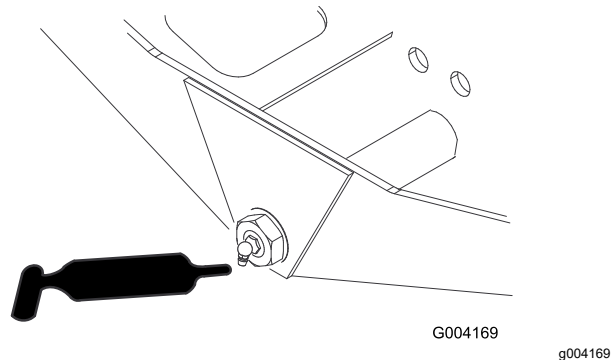

Рисунок 45
- Ось поворота моста (1 шт.) —Рисунок 45